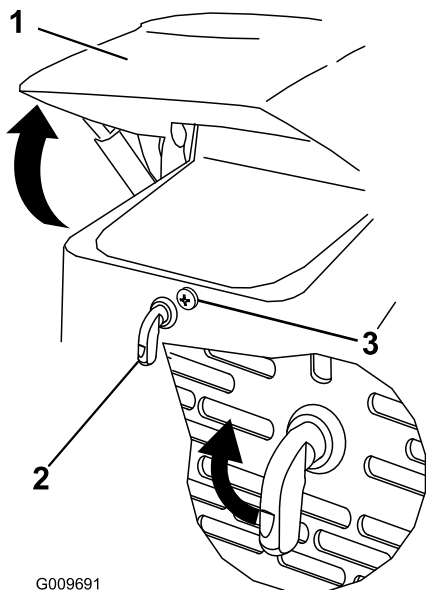

Bild 23
1. Lösen der Arretierschraube an der Motorhaube (Bild 23)
- Drehen Sie den Motorhaubenriegel nach rechts (Bild 23).
- Klappen Sie die Haube hoch (Bild 23).
- Ziehen Sie die Arretierschraube der Motorhaube fest, um den Riegel zu arretieren (Bild 23).